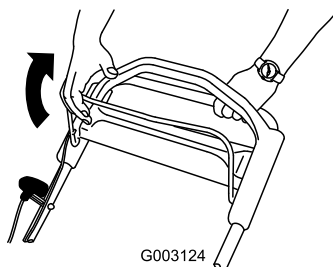

Рисунок 15
2. Потяните штангу управления ножом в направлении рукоятки (Рисунок 15).